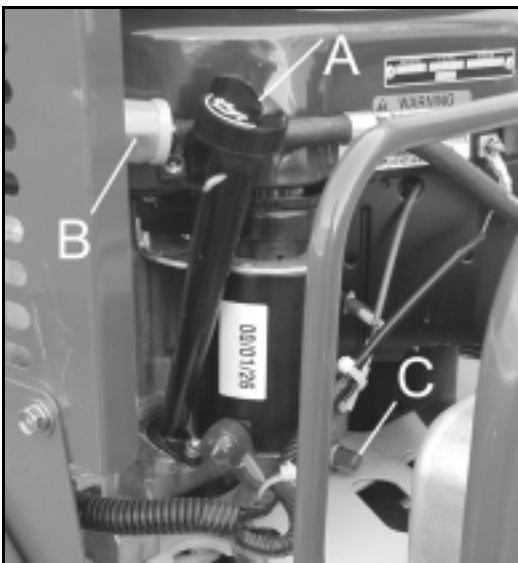
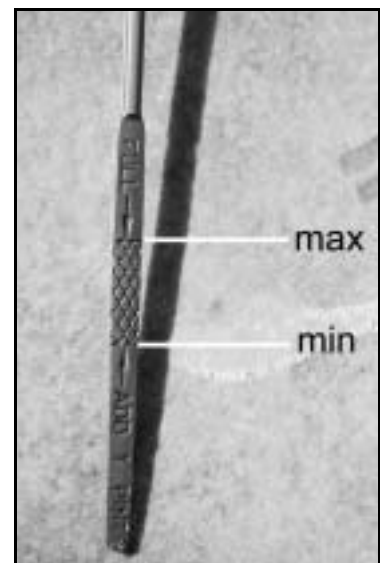

Figure 17
Figure 18
- **Niveau d'huile :** Dévissez la jauge (Figure 17, repère A). Le niveau d'huile moteur froid (ou alors moteur arrêté depuis au moins 10 minutes) doit être compris entre les 2 traits **min** - **max** de la figure 18. S'il manque de l'huile, rajoutez une huile pour moteur 4 temps semi synthétique SAE 10W30, API SF, SG, SH ou SJ. Le niveau complété, revissez la jauge.